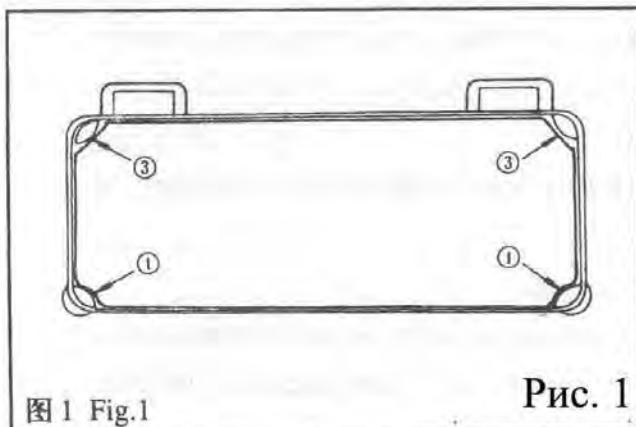
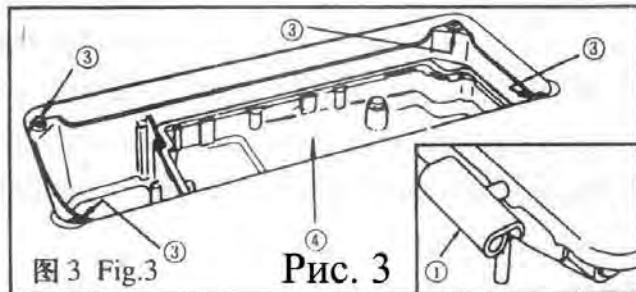
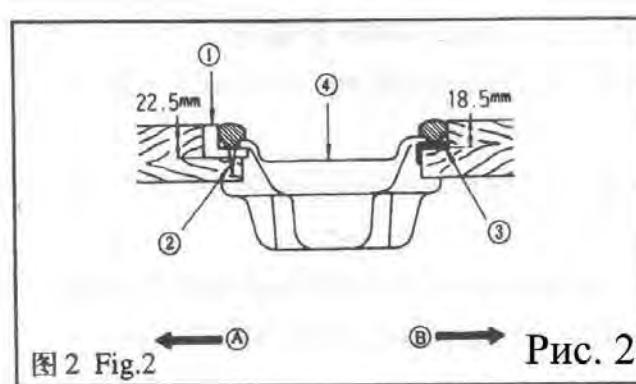
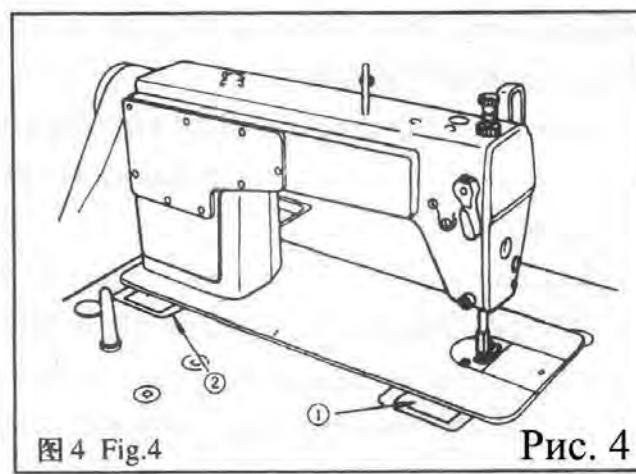

Рис. 1
图 3 Fig.3 Рис. 3
图 2 Fig.2 ←Ⓐ →Ⓑ Рис. 2
图 4 Fig.4 Рис. 4
1 Установка (Рис. 1, Рис. 2, Рис. 3, Рис. 4)
- 2) Установите две резиновые подкладки (1) на стороне А (сторона оператора), используя гвозди (2), согласно указанию на рисунке. Установите две демпферные подкладки (3) на стороне В (сторона с шарнирами), используя гвозди (2). Затем установите масляный поддон (4) на установленные подкладки. (Рис. 1, Рис. 2.)
- 3) Установите шарнир (1) в отверстие в основании машины, и выровняйте машину со резиновому шарниру стола (2) перед тем, как устанавливать машину на подкладки (3) расположенные по четырём углам. (Рис. 3, Рис. 4)